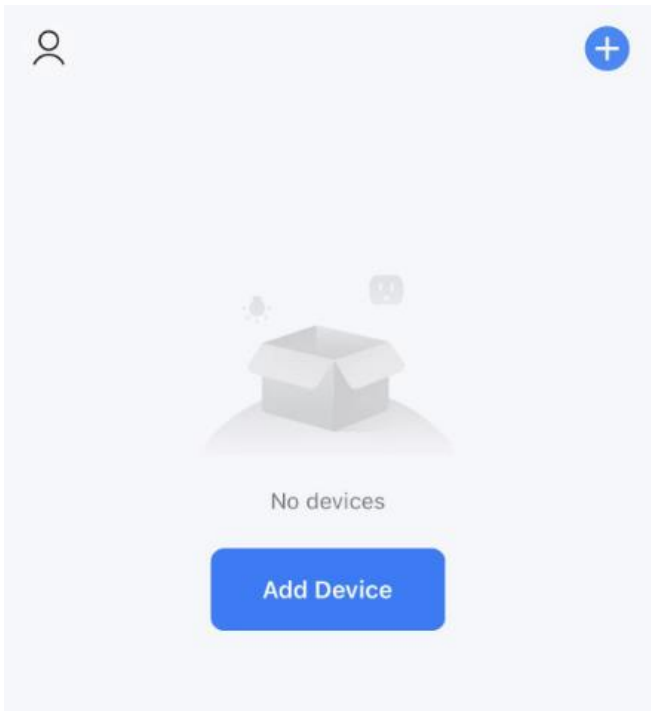

Fig. 1
2. Registrarsi o accedere al proprio account sul'app. Premere "+" in alto a destra o il pulsante "Add device" per aggiungere l'apparecchio (Fig. 1).